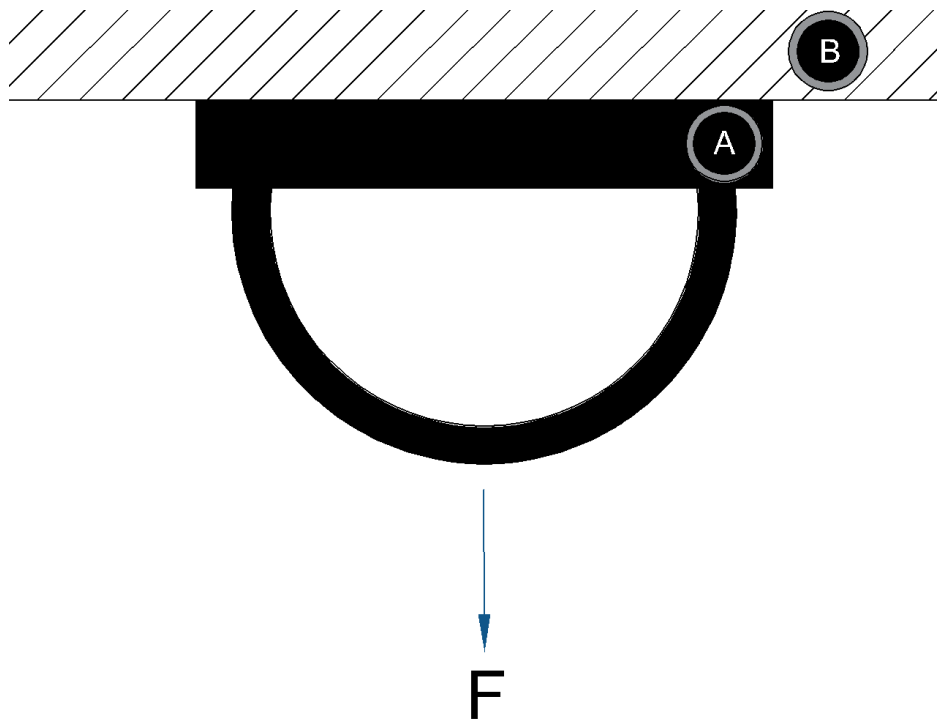

Figure 3: Point d'ancrage (A), structure support (B) et charge de traction (F).
6. Détacher la manille du point d'ancrage (repéré 2 sur la Figure 3). Déposer la manille dans un lieu sûr, sans risque de chute.